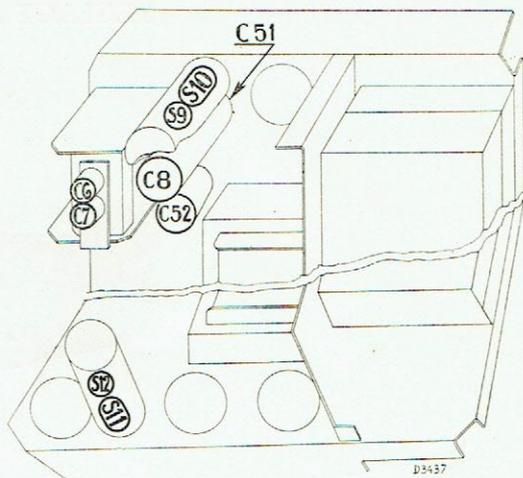

Fig. 6.
6. Régler les bobines S11 et (S12—S27) sur la puissance de sortie maximum (fig 6).
8. Régler les bobines S9 et S10 sur la puissance de sortie maximum (fig. 6).
5. Régler sur la puissance maximum de sortie dans l'ordre suivant: C7, C6, (fig. 6).
10. Régler le condensateur C52 (fig. 6) sur la puissance de sortie maximum.
5. Régler C8 sur la puissance de sortie maximum (fig. 6).
10. Régler le condensateur C51 (fig. 6) sur la puissance de sortie maximum.